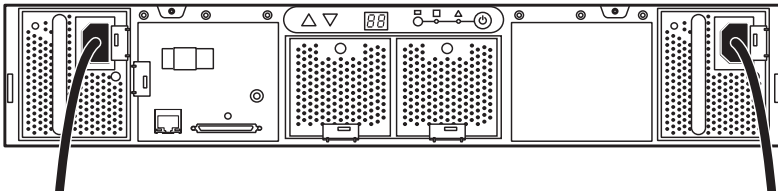

図 30. AC電源へのディスクアレイ電源装置の接続
6. ディスクアレイの左側電源装置のAC電源コネクタを、付属の電源ケーブルを使用してAC電源に接続します。次に、ディスクアレイの右側電源装置のAC電源コネクタを、付属の電源ケーブルを使用して2番目のAC電源に接続します(図 30)。